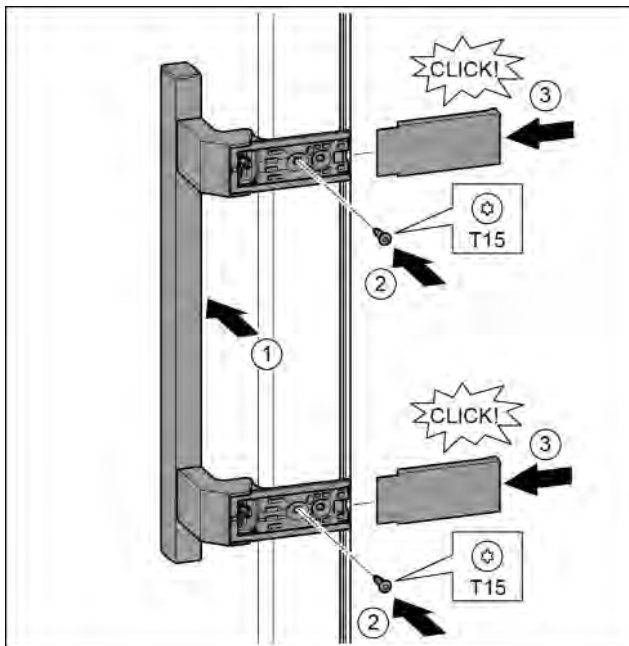

Fig. 21
- ▶ Postavite ručicu na suprotnoj strani. Fig. 21 (1)
- ▶ Odvijačem T15 čvrsto pritegnite vijke. Fig. 21 (2)
- ▶ Postavite pokrove bočno i natakните ih. Fig. 21 (3)